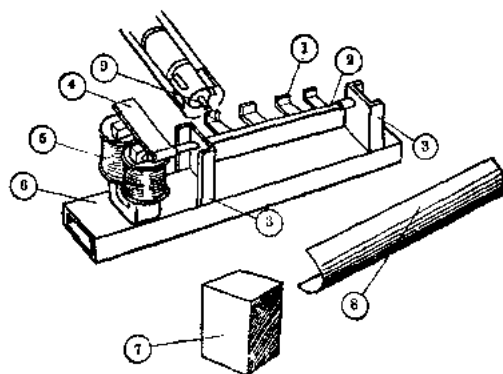

图 7-9
发射机构是这个光电自动跟踪火箭模型的关键部分之一，它的结构见图 7-9。①是它的发射钩，四个发射钩焊在轴②上。轴②安装在支架③上，轴②的一端还焊上衔铁④。衔铁④的下而是电磁铁⑤，它焊在横梁⑥上。发射机构的电磁铁结构和光电机机械计数器上的电磁铁一样，可以参照图 5-10 的样子和尺寸去做，绕的线圈也和它一样，这里就不再重复介